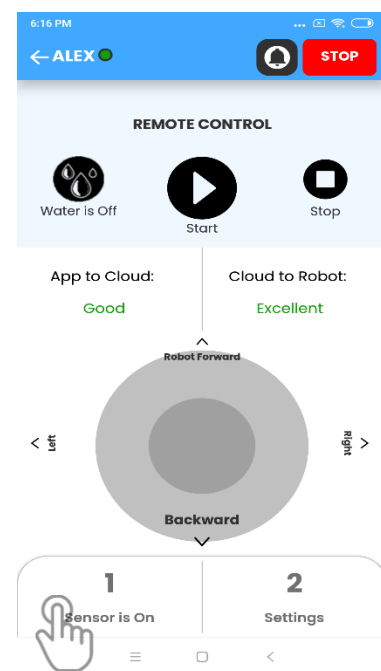

Fig. 3
2. Une boîte de dialogue s'affiche avec des mises en garde concernant la commande à distance du R3 SCRUB. Notez attentivement ces points avant de passer à la page Télécommande (Fig. 3).